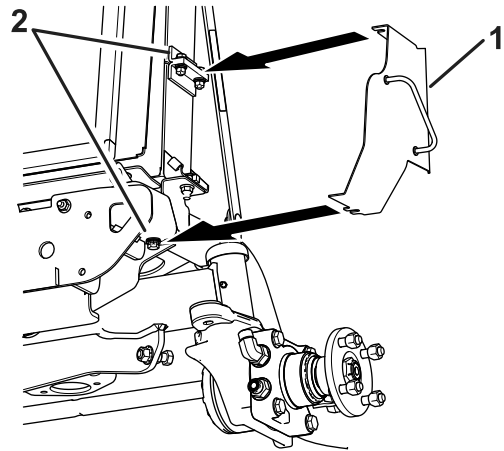

图 7
12. 松开散热器侧的螺栓图 7。
13. 将冷却器护罩支架滑到散热器和缓冲器支架的螺栓头下方图 7。